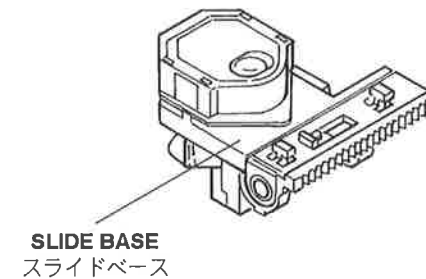

Fig. 3-1
- Hold the slide base when handling the pick-up. (Fig. 3-1)
- ピックアップ ASSY の取り扱い、スライドベースを持って行ってください。(Fig. 3-1)